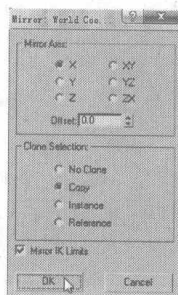
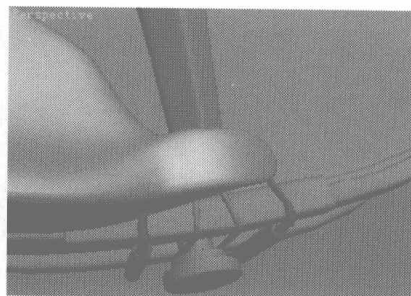

图 5.549
图 5.550
- 11 选择模型，单击 按钮，在弹出的对话框中设置如图 5.549 所示参数，沿 X 轴镜像复制所选模型，如图 5.550 所示。